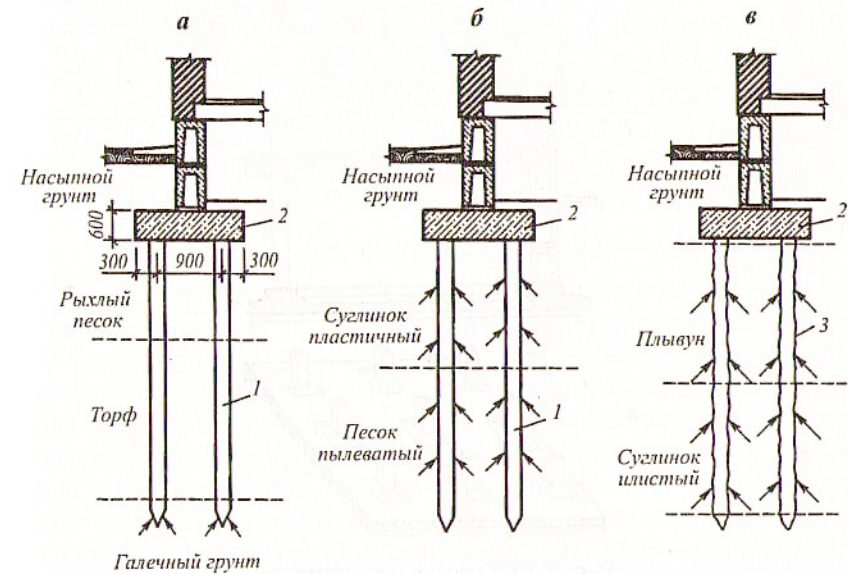

Рис. 3.11. Виды свайных фундаментов:
- по конструктивным решениям — забивные, изготовляемые на предприятиях стройиндустрии или на строительной площадке, погружаемые в грунт с помощью механизмов путем бурения скважин и последующего заполнения их бетоном (рис. 3.11, а); набивные, выполняемые на месте строительства путем бурения скважин и последующего заполнения их бетоном (рис. 3.11, в);